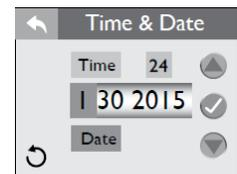

Figura 6.9d
1. Toque em **Date** para programar a data, Figura 6.9d.